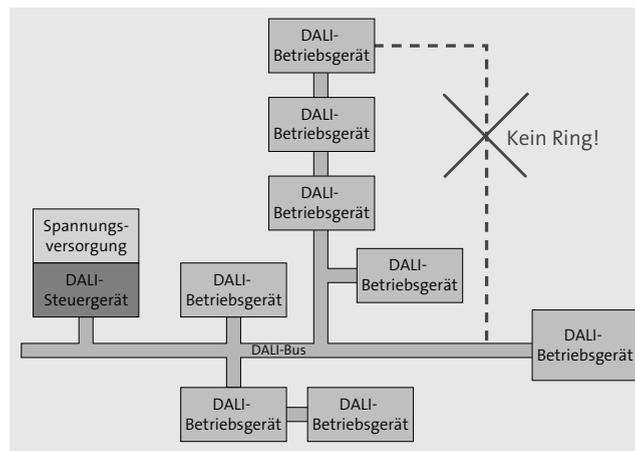

Abbildung 9.1 Die DALI-Topologie
Wie Sie aus Abbildung 9.1 erkennen können, besteht ein DALI-System aus *Steuergeräten*, *Betriebsgeräten*, einer Busverdrahtung (das physikalische Medium) und aus einer oder mehreren Spannungsversorgungen (nominal 16 V, maximal 250 mA). Abschlusswiderstände werden nicht benötigt.
- ▶ Abbildung 9.1 ist aus gutem Grund etwas »chaotisch« gezeichnet, sie soll verdeutlichen: Die Topologie ist beliebig, möglich sind z. B. Sternverkabelung sowie Linien- oder Baumstruktur, eine Ringverkabelung ist jedoch ausgeschlossen!